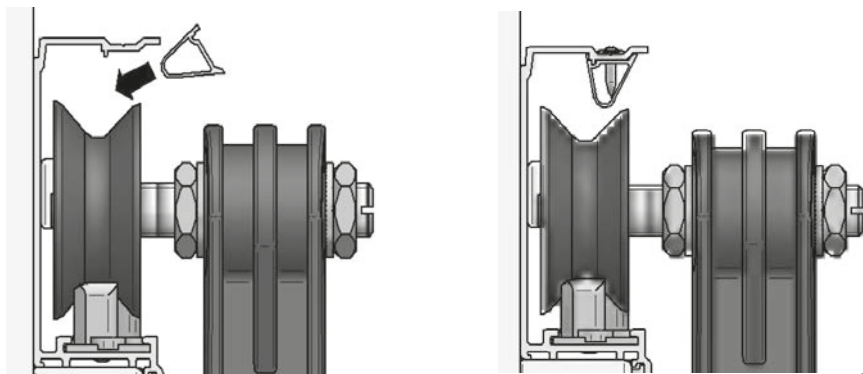

Fig. 8
- Dopo aver montato il battente fissare il profilo antiscarrucolamento come indicato in Fig. 8.